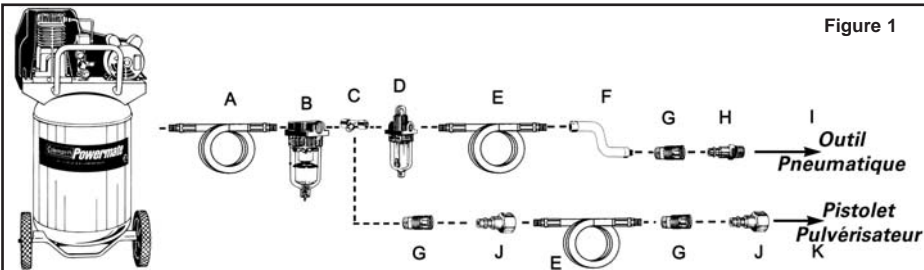

Figure 1
1. Vous devriez, comme pratique courante, vider l'eau du réservoir et des conduites d'air chaque jour avant de les utiliser (consultez le guide d'utilisation du compresseur pour obtenir de plus amples renseignements). **NOTE :** **Négliger d'installer l'équipement approprié d'évacuation de l'eau ou de l'huile peut endommager le pistolet pulvérisateur ou la pièce de travail (voir Figure 1).**